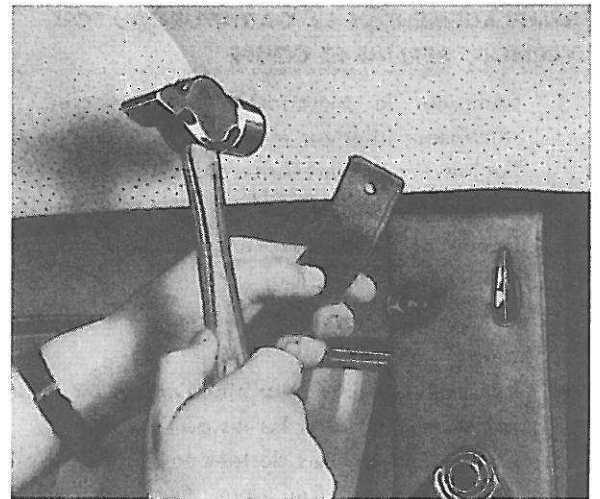

Figure 70. Ajustement de l'attache de la garniture du toit
5. Remettre le bourrelet en place et rabattre l'attache sur le flanc de carrosserie en se servant d'un marteau et d'une cale en caoutchouc, figure 70.
13. Ajuster les attaches le long de la carrosserie en se servant d'un marteau et d'une cale en caoutchouc, figure 70.